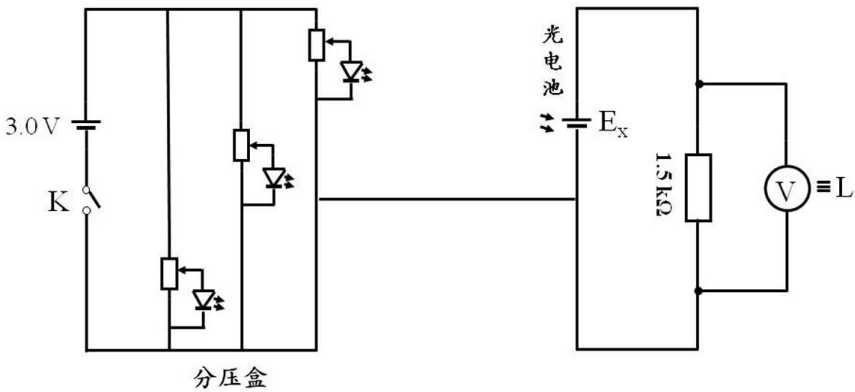

图 8 RGB 配色相对光强测量
- (1) 按图 8 接线，调节分压盒，分别采用两个 LED，在 $I \leq 100mA$ 内，配出标准色卡的黄色、青色、紫色，将光电池放置于白屏处，测量两个 LED 的及配色的相对光强 L ，给出两个基色的光强比。
- (2) 按图 8 接线，调节分压盒，采用三个 LED，在 $I \leq 100mA$ 内，配出标准色卡的白色，将光电池放置于白屏处，测量三个 LED 的及配色的相对光强 L ，给出三个基色的光强比。